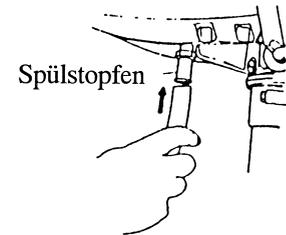

Abb. 27: Kühlsystem durchspülen
- 2) Kühlsystem auswaschen. Zuerst den Propeller entfernen und die Einheit senkrecht in einen großen Eimer oder Behälter mit mind. 40 cm³ Frischwasser legen. Motor starten und bei niedriger Drehzahl laufen lassen, damit das Frischwasser durch das Kühlsystem fließen kann. Wasserstopfen am Antriebsgehäuse entfernen und Spülstopfen einschrauben. Schlauch anschließen und System mit Frischwasser durchspülen (Abb.27).